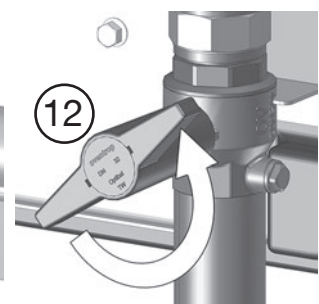

fig. 5.11: Abra la válvula de bola de corte de ACS
16. Abra lentamente la válvula de bola de corte (12) (AFS) (fig. 5.11 en la página 34).